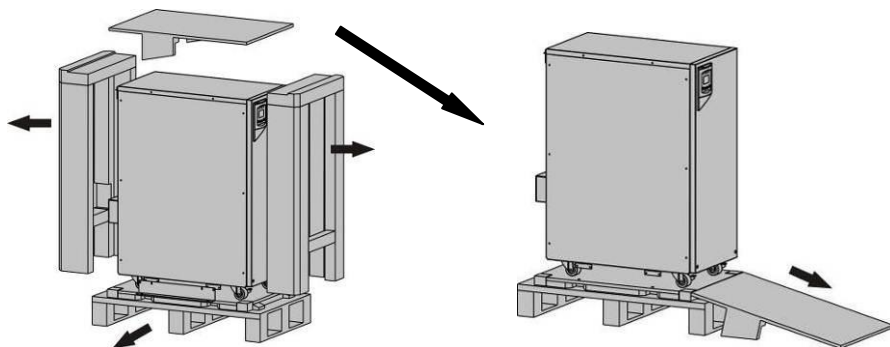

Abbildung 3: Innere Verpackung
3. Entfernen Sie die Schaumteile und die Rampe. Nehmen Sie die Zubehörteile heraus (siehe Abbildung 3 links).